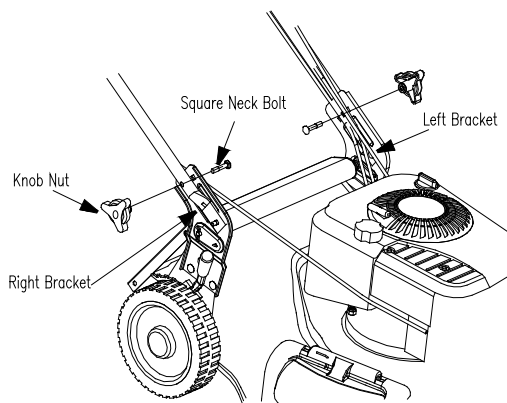

Fig. 16
- Muovere la maniglia inferiore in alto e in basso intorno all'asta del coperchio posteriore per regolare l'altezza. Vedere fig. 16.